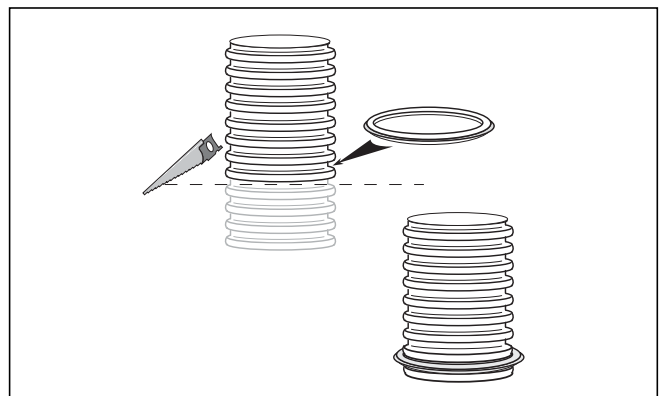

Рис. 6.54 Укорачивание гибкого выпускного газопровода и монтаж уплотнения
- Затем монтируйте уплотнение в самом нижнем неповрежденном желобке выпускного газопровода (см. рис. 6.54).